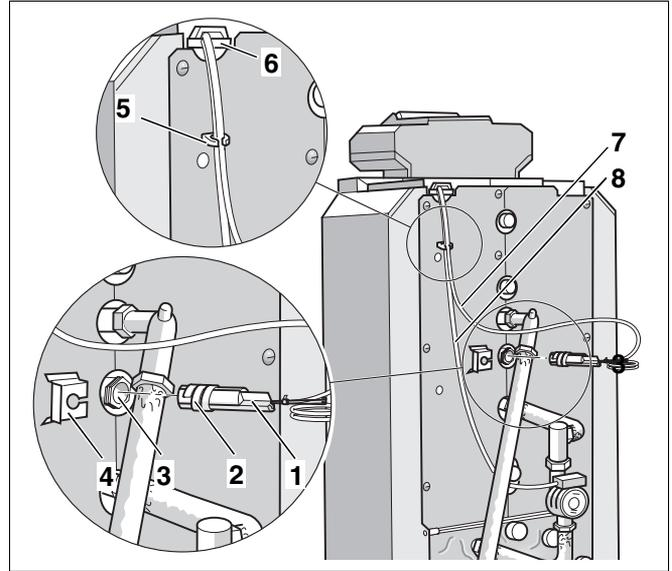

Abb. 35 Kabelclips montieren
- Ausgleichfeder (Abb. 35, **Pos. 1**) mit dem Temperaturfühlerpaket bis zum Anschlag in die Tauchhülse (Abb. 35, **Pos. 3**) einschieben.
Beim Einschieben des Temperaturfühlerpakets in die Tauchhülse (Abb. 35, **Pos. 3**) schiebt sich die Kunststoffspirale (Abb. 35, **Pos. 2**) automatisch zurück.
- Fühlersicherung (Abb. 35, **Pos. 4**, Lieferumfang Regelgerät) seitlich auf den Tauchhülsenkopf schieben.
- Kabelclips (Abb. 35, **Pos. 5**) in die Bohrungen der Rückwand eindrücken.
- Kabel der Speicherladepumpe (Abb. 35, **Pos. 8**) durch die Kabelclips (Abb. 35, **Pos. 5**) zum Regelgerät führen.
- Fühlerleitung des Temperaturfühlerpakets (Abb. 35, **Pos. 7**) durch die Kabeldurchführung (Abb. 35, **Pos. 6**) zum Regelgerät führen.
- Kabel der Speicherladepumpe (Abb. 35, **Pos. 8**) und die Fühlerleitung des Temperaturfühlerpakets (Abb. 35, **Pos. 7**) nach Schaltplan anschließen.